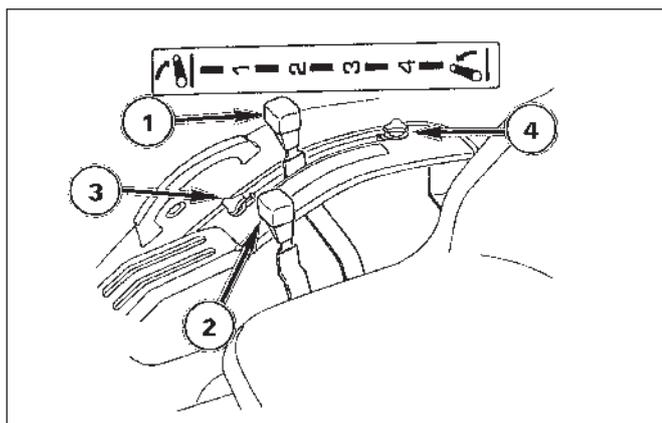

FIG. 5-32
**FIG. 5-32:** Reculez avec le tracteur jusqu'à l'équipement en centrant le tracteur avec le châssis de fixation de l'équipement. Abaissez le levier de labourage, 2, (si prévu), complètement en position abaissée quand la commande n'est pas utilisée.